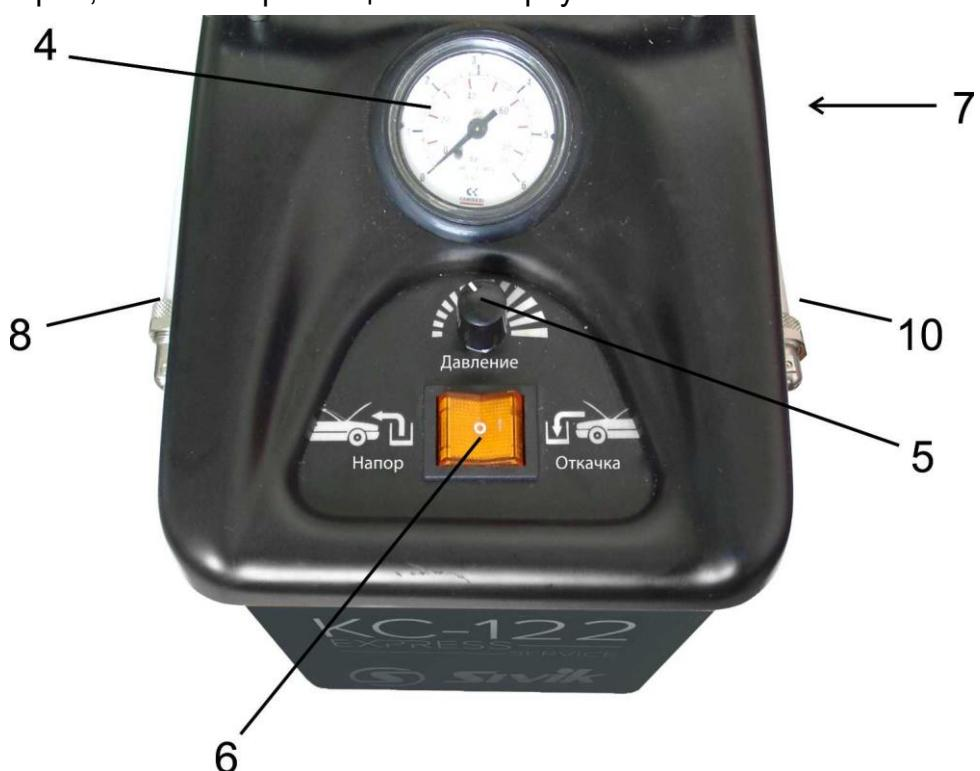

Рисунок 5.2 - Органы управления
- 6 - Переключатель «НАПОР – ОТКАЧКА»; 7 - Предохранитель (Рис. 5.2, 6.1);